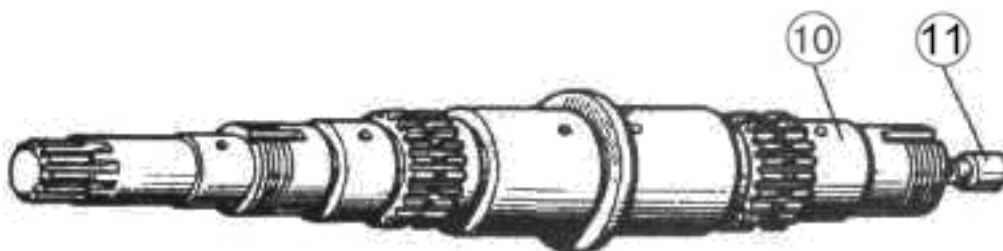
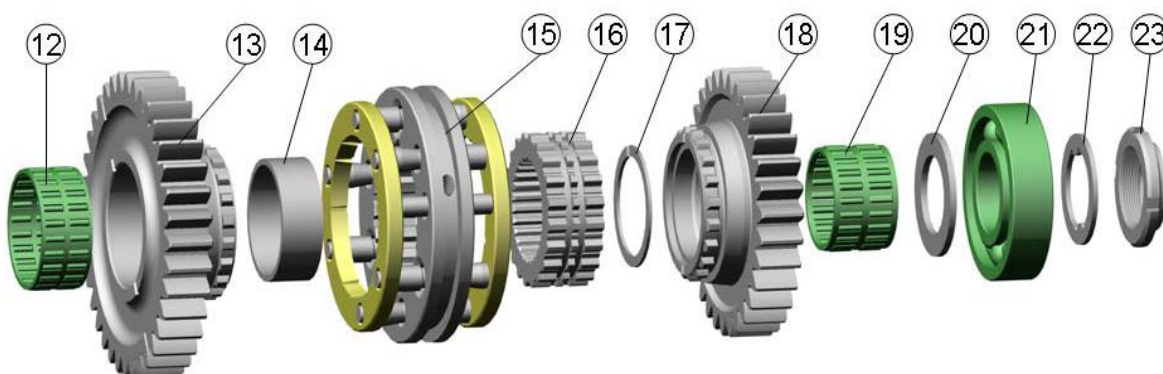

Рисунок 4.39
Рисунок 4.40
4.3) отверните гайку (23) (**рисунок 4.40**), спрессуйте подшипник (21) и дроссель (11) (**рисунок 4.39**) с вала (10);
4.4) снимите кольцо (20) (**рисунок 4.40**) подшипник (19), шестерню (18), синхронизатор (15), стопорное кольцо (17), выпрессуйте втулку синхронизатора (16), снимите втулку (14) подшипник (12), шестерню (13);